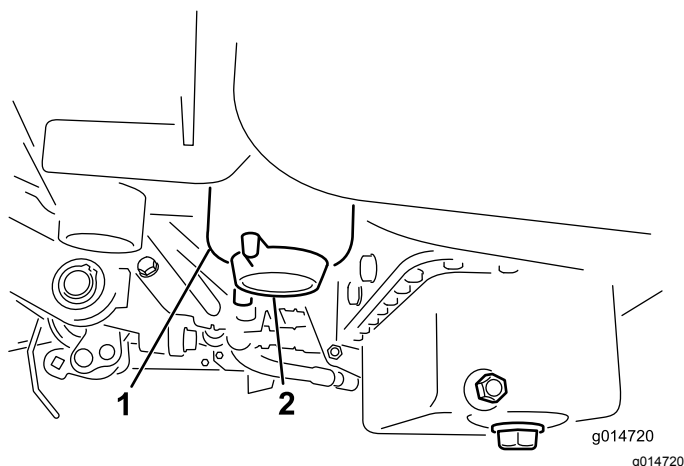

Рисунок 26
3. Откройте сливную пробку на топливном фильтре примерно на один оборот и слейте всю накопившуюся воду (Рисунок 26).